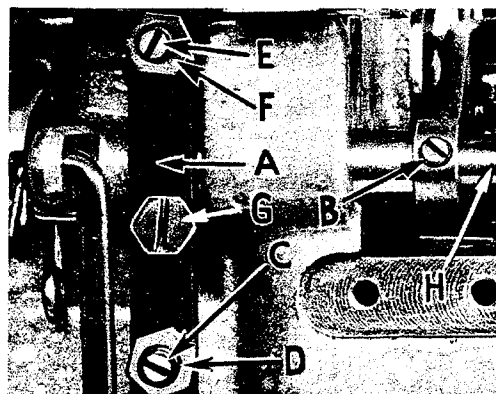

Fig. 16
Befestige den Drückfuß an seinem Arm, schwinde den Arm beim Höchststand der Nadel ein und sichere den Arm in seiner rechtsseitigen Endstellung. Wenn nötig, kann der Drückfuß nach dem Stichlochschnitt der Stichplatte neu ausgerichtet werden, und zwar durch Verschieben der Drückfuß-Schwingwelle (H, Fig. 16). Um die Welle zu bewegen, löse die Schraube (B, Fig. 16) am Stelling (G) und die Klemmschraube (G). Dann schiebe die Drückfuß-Schwingwelle je nach Bedarf nach links oder rechts. Ziehe die Stellringschraube und die Klemmschraube wieder an.
Hebel (A, Fig. 16) und der Stelling (B) sichern diese Achse seitlich. Achte darauf, daß der Drückfußarm sich nicht verklemmt oder in die Höhe geht, wenn der Druck weggenommen ist. Um den Nadelschlitz am Drückfuß mit dem Stichloch der Stichplatte in Übereinstimmung zu bringen, löse die Drückfuß-Gelenkschraube.
Stelle die Hub-Begrenzschaube (C, Fig. 16) so ein, daß der Fuß nicht weiter angehoben werden kann als es der Obergreifer zuläßt. Hierauf ziehe die Sicherungsmutter (D) fest an. Der Drückfuß-Lifterhebel soll etwa $1/16''$ bis $1/8'' = 1,6 \text{ mm}$ bis $3,2 \text{ mm}$ freien Weg haben bevor der Drückfuß angehoben wird. Diese Einstellung wird mit der Schraube (E) vorgenommen und durch die Mutter (F) gesichert. Zum Schluß montiere das Stoffablaufblech, den Stoffanschlag und die Scharnierplatte.
Assemble the presser foot to presser arm. With needle in high position, swing presser arm into sewing position and set the presser foot to align needle holes (front and back) and flat on throat plate. The front edge of needle hole in presser foot must be aligned with front edge of needle hole in throat plate. It is also important that the bottom of the presser foot be flat on the throat plate. If necessary, presser foot can be realigned with throat plate slots by shifting the foot lifter lever shaft (H, Fig. 16). To move the shaft, loosen collar screws (B, Fig. 16) and clamp screw (G) and then shift the foot lifter lever shaft to the left or right as required. Retighten collar screws and clamp screw.
The foot lifter lever arm (A, Fig. 16) and the collar (B) secure the shaft. Be sure the presser arm does not bind and rise when presser foot release bushing is unlocked.
Adjust lifter lever stop screw (C, Fig. 16), so that presser foot can be raised no higher than upper looper will permit; then lock the nut (D). There should be from $1/16''$ to $1/8'' = 1,6 \text{ mm}$ to $3,2 \text{ mm}$ free motion of foot lifter lever before the presser foot begins to rise. This adjustment should be made with screw (E) and locked with nut (F). Re-assemble the chip guard, fabric guard and cloth plate. To assemble chip guard, turn handwheel until upper knife assembly reaches its highest position.